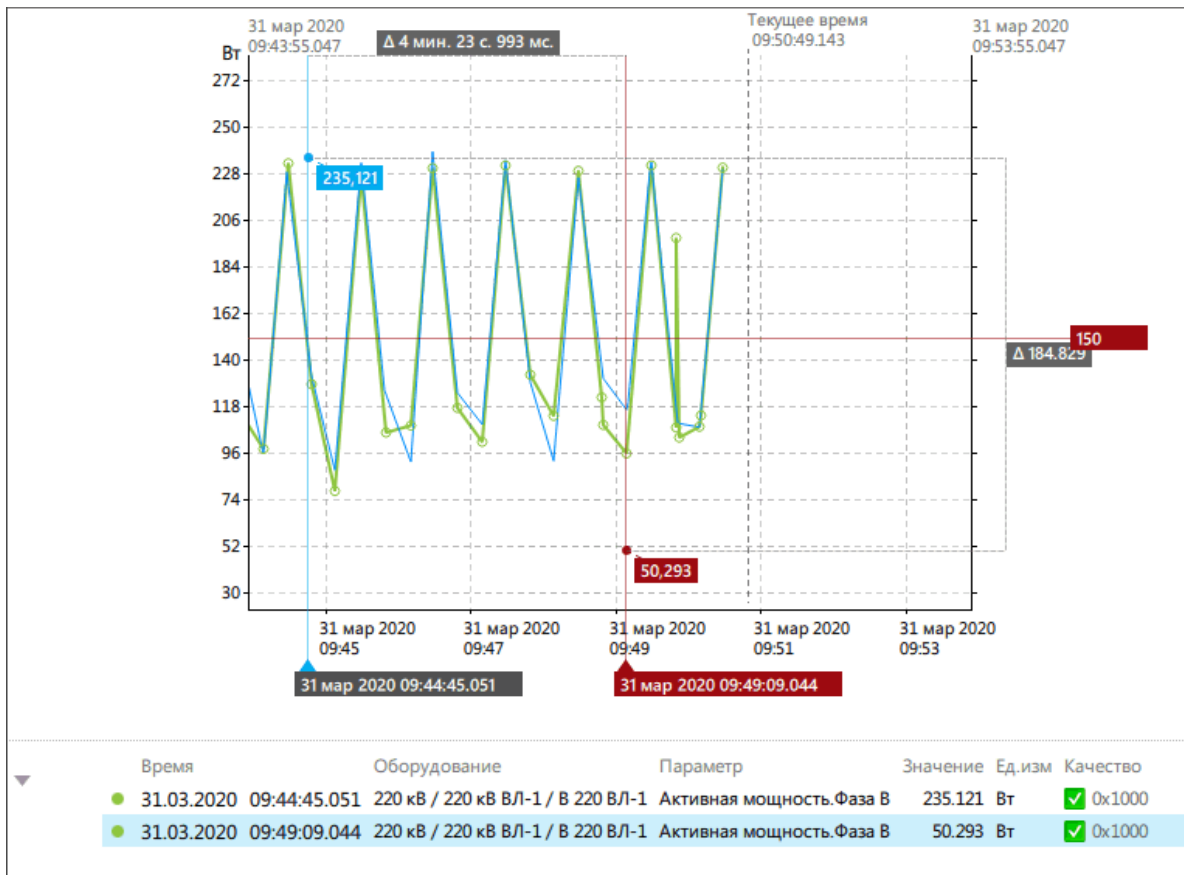

Рисунок 103 - Маркеры
6. Для маркеров по времени под графиком отображается информация в таблице маркеров (Рисунок 103).
Разница значений отобразится сверху и справа в виде « Δ =Полученное значение» (Рисунок 103).